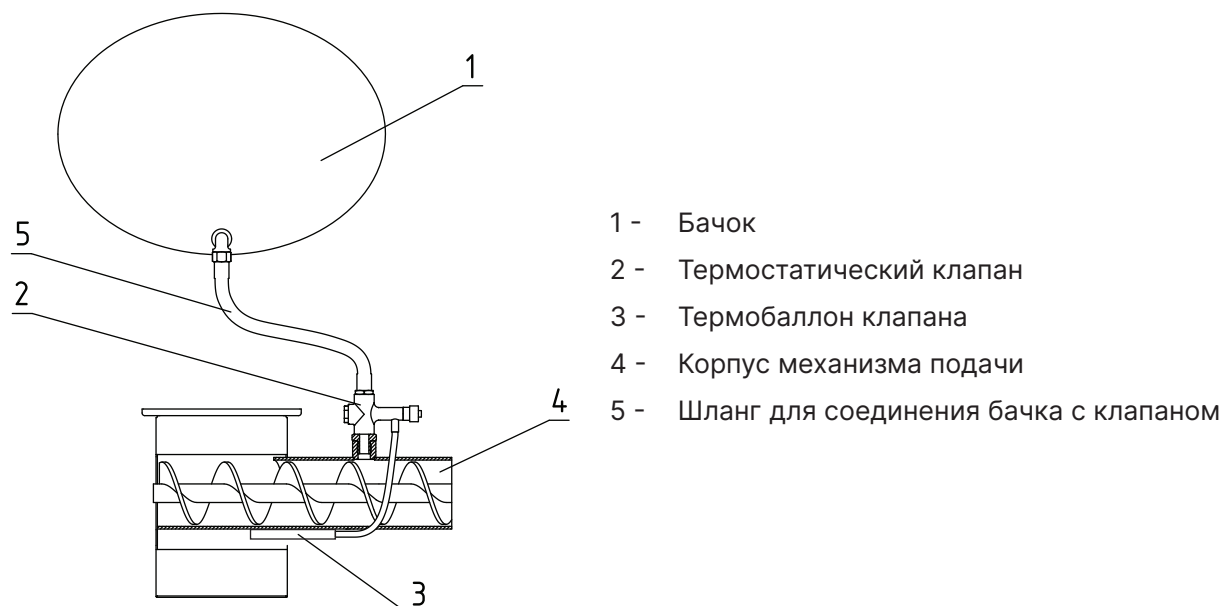

Рис.4 Система охлаждения топливопровода
- Для обеспечения полной пожарной безопасности необходимо устанавливать систему охлаждения топливопровода (доступно в качестве опции, **см. Рис.4**). Система охлаждения топливопровода, наполненная водой, является основным элементом защиты котла от протлевания топлива в бункер;
Внимание! Термобаллон клапана (**Рис.4, поз.3**) должен быть зафиксирован в гильзе двумя винтами.